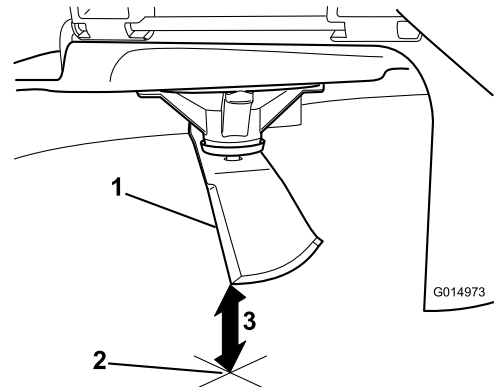

Figura 86
5. Mida desde la punta de la cuchilla hasta la superficie plana (**Figura 86**).